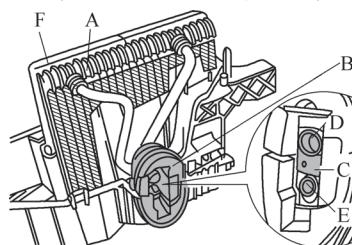

图 5-48 拆卸蒸发器
①拆卸空调暖风装置。
②分解空调暖风装置。
③分解蒸发器外壳。
④从蒸发器外壳下部件中拉出蒸发器 A (图 5-48)。